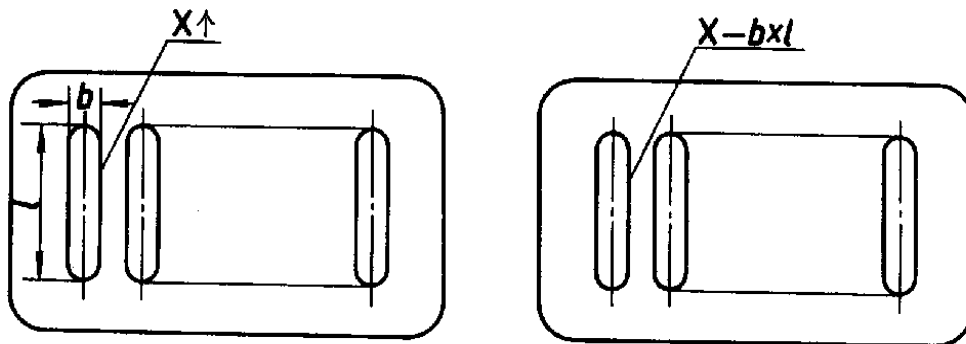

图 36
4.4 在同一图形中, 对于尺寸相同的孔、槽等成组要素, 可仅在一个要素上注出其尺寸和数量(图36~38)。